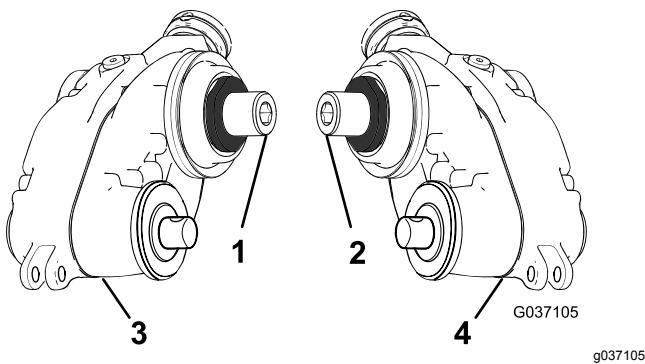

Bild 8
1. Ermitteln Sie den rechten und linken Groomerantrieb, siehe Bild 8.